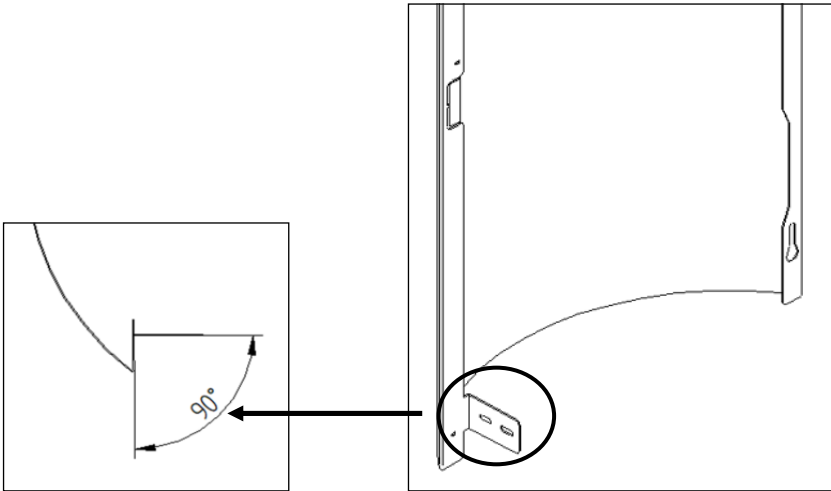

Figura 48 - Ángulo pestaña inferior
e) A continuación, para colocar las tapas laterales, primero debe doblar la pestaña como se muestra en la Figura 48 para asegurarse de que esté en un ángulo de menos de 90°.